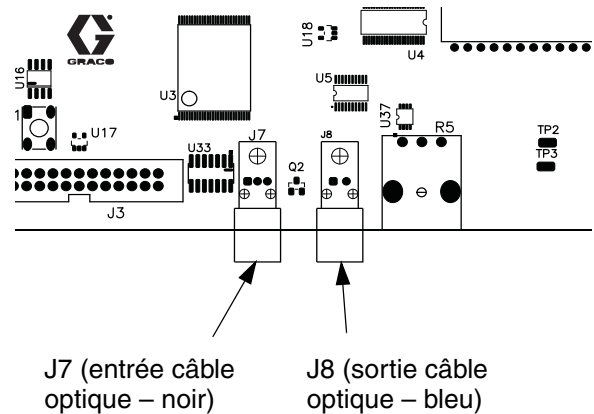

FIG. 14 : circuit imprimé EasyKey
5. Passer le bout du câble à fibres optiques par le support adhésif carré. Raccordez les connecteurs bleu et noir du câble aux connecteurs correspondants sur le circuit imprimé EasyKey. Consultez FIG. 14. Insérez les connecteurs du câble jusqu'à ce qu'ils touchent le fond (environ 6 mm [¼ po.]) puis serrez le connecteur fileté.